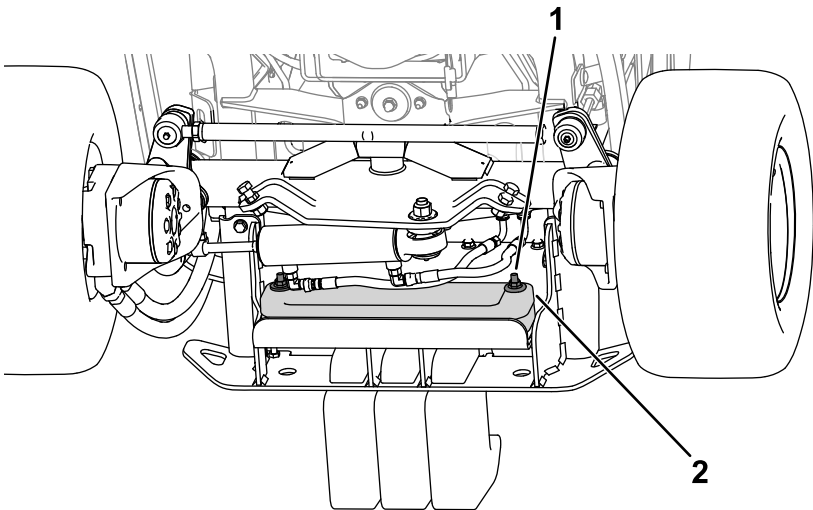

Figure 20
- 2. Serrez les fixations pour fixer les masses sur le pare-chocs (Figure 20).